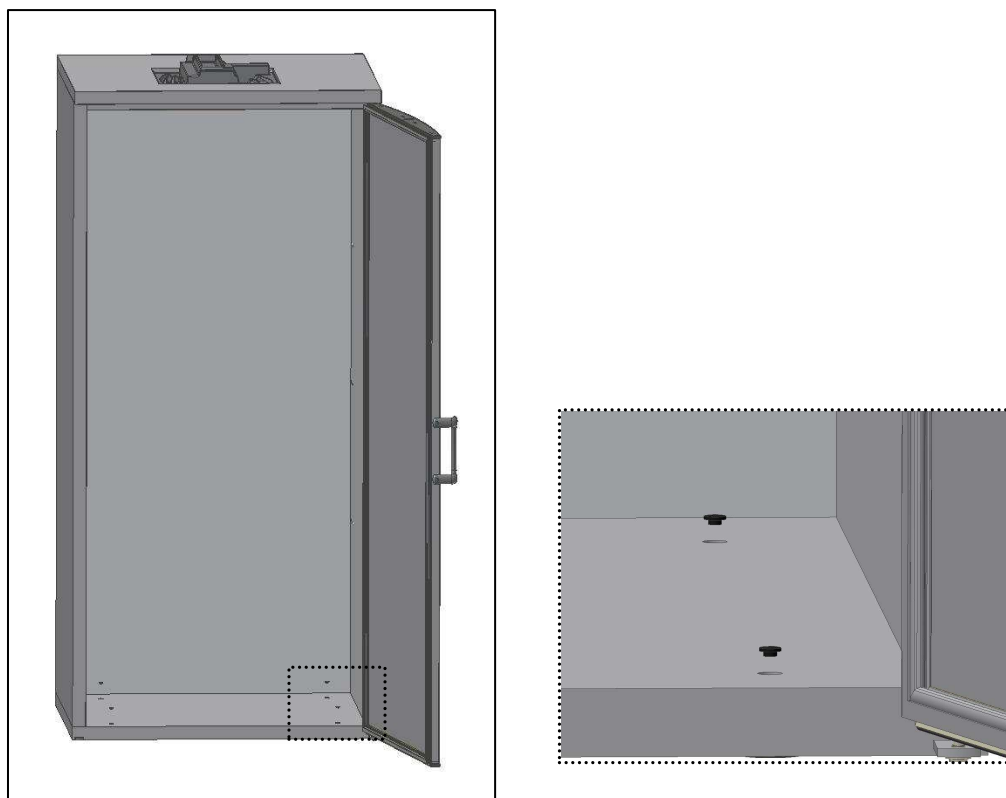

Fig. 11
- Colocar **los tapones** en el fondo (Fig. 11);